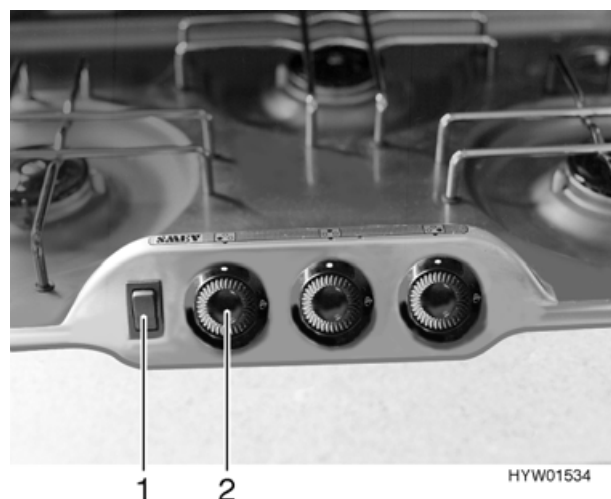

Fig. 61 Elementi di comando del fornello a gas
- Premere la manopola di regolazione (Fig. 61,2), ruotarla in posizione "Max." e tenerla premuta finché il gas non arriva al bruciatore.
- Premere l'interruttore a bilico (Fig. 61,1). Sul bruciatore vengono prodotte scintille.